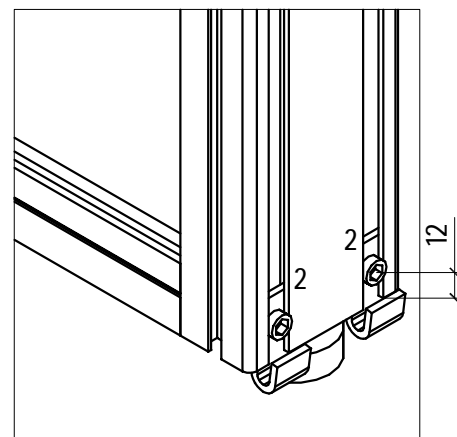

Рис. 3
2.1. На модуль (1) со стороны присоединения следующего модуля (1) вставить в оба паза и прочно закрепить установочными винтами М5х6 (8) два фиксатора нижних (2) снизу на высоте около 12 мм (Рис. 3).